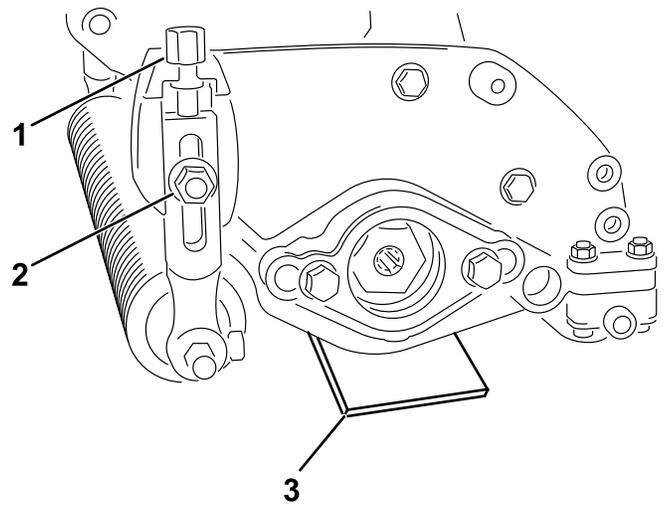

Figura 8
3. Con los rodillos en contacto con la superficie nivelada, afloje ambas tuercas con arandela prensada (Figura 8).
4. Gire los pernos de ajuste de la altura de corte hasta que ambos extremos de la escarificadora estén cerca de la superficie horizontal (Figura 8).
2. Coloque una barra de ajuste que tenga el mismo grosor que la altura deseada de las cuchillas sobre el suelo bajo cada extremo de la unidad escarificadora (Figura 8).